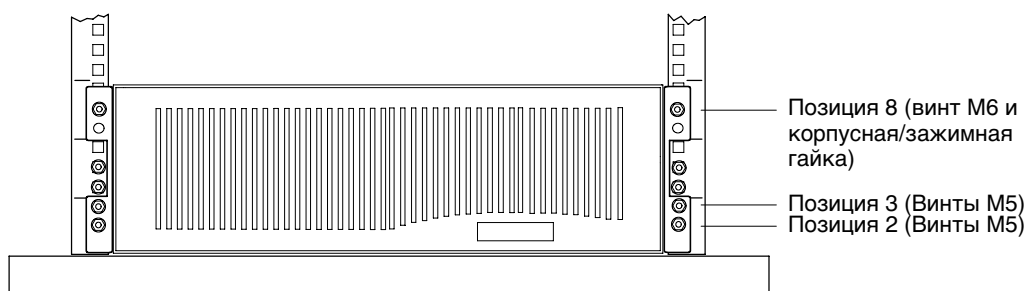

Рисунок 8. Крепление передней части ЕВМ
12. Установите две корпусные/зажимные гайки, как показано на рис. 8. Если отверстия в стойке квадратные, используйте две корпусных гайки. Если отверстия в стойке круглые, используйте две зажимные гайки.
14. Закрепите переднюю часть корпуса в стойке, как показано на рис. 8.